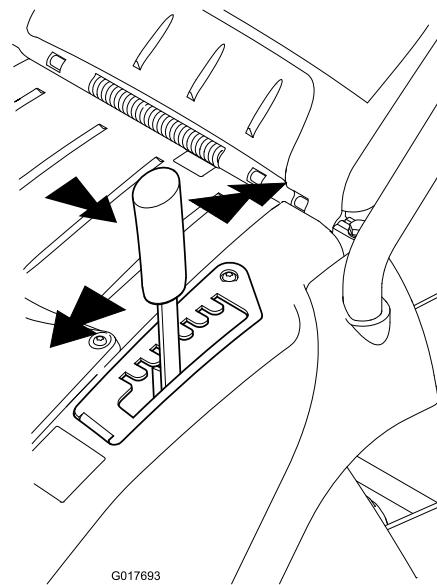

Figura 11
- Sujete la palanca y tire hacia un lado para liberarla de la muesca de bloqueo (Figura 11).
- Empujar hacia adelante o tirar hacia atrás para elevar la altura de corte (Figura 11).
- Suelte la palanca en la posición deseada y asegúrese de que queda firmemente bloqueada en una de las siete muescas de ajuste (Figura 11).